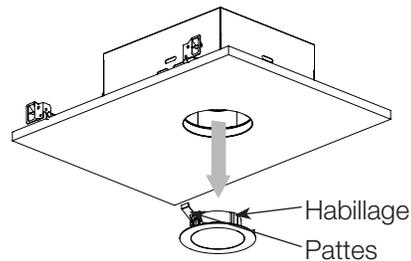

Figure 13
3. Remplacement d'un réflecteur sur le terrain (**Figure 13**).